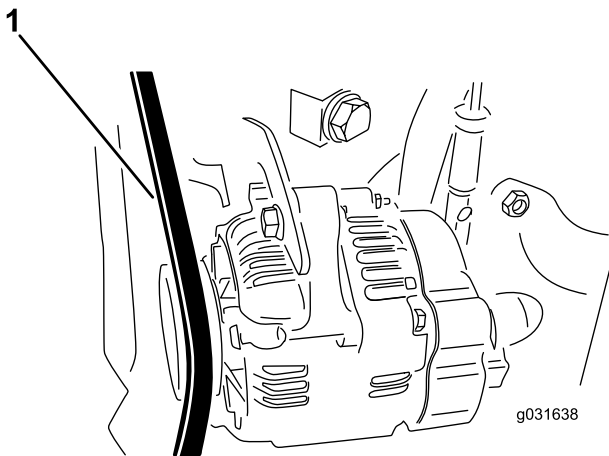

Figura 56
2. Aplique una fuerza de 30 N (22 pulgadas-libra) a la correa del alternador, en el punto intermedio entre las poleas (Figura 56).